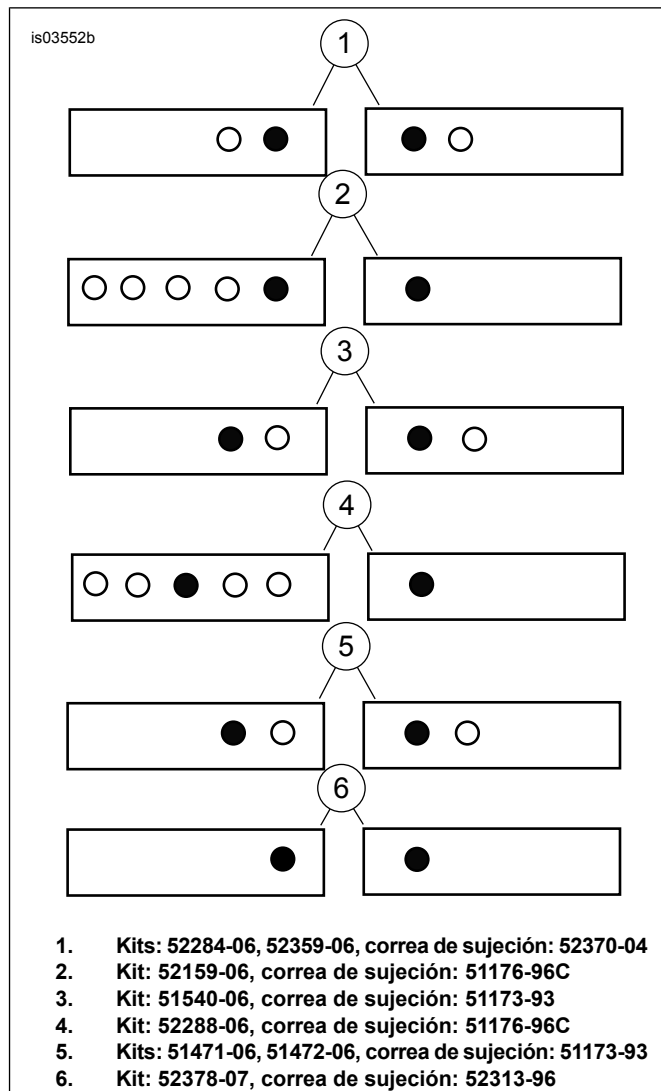
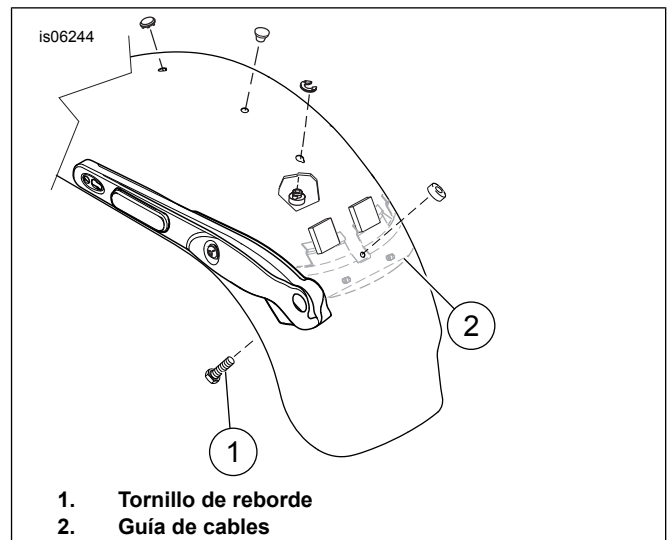

Figura 1. Instalación de la correa de sujeción
Figura 4. Instalación de la correa de sujeción: Modelos FXDWG
3. Vea Figura 1 para saber qué agujeros debe usar para instalar la correa de sujeción en su asiento (use el agujero que se muestra oscuro en la ilustración). Instale la nueva correa de sujeción en la motocicleta en el mismo lugar del que se quitó la correa de sujeción anterior (vuelva a usar los elementos de sujeción existentes). Apriete a 6,78–10,17 N·m (60–90 in-lbs). **Para los modelos FXDWG de 2010 y posteriores:** Vea Figura 4. Verifique que la cabeza del tornillo de reborde (1) haya pasado de la guía de cables (2) y que esté instalada contra el guardabarros.
Para los modelos FXDWG de 2010 y posteriores: Vea Figura 4. Verifique que la cabeza del tornillo de reborde (1) haya pasado de la guía de cables (2) y que esté instalada contra el guardabarros.
8. Instale la correa nueva del pasajero del kit de acuerdo con el diagrama en Figura 1. Instale la arandela y la tuerca y apriete la tuerca a 6,78–10,17 N·m (60–90 in-lbs).